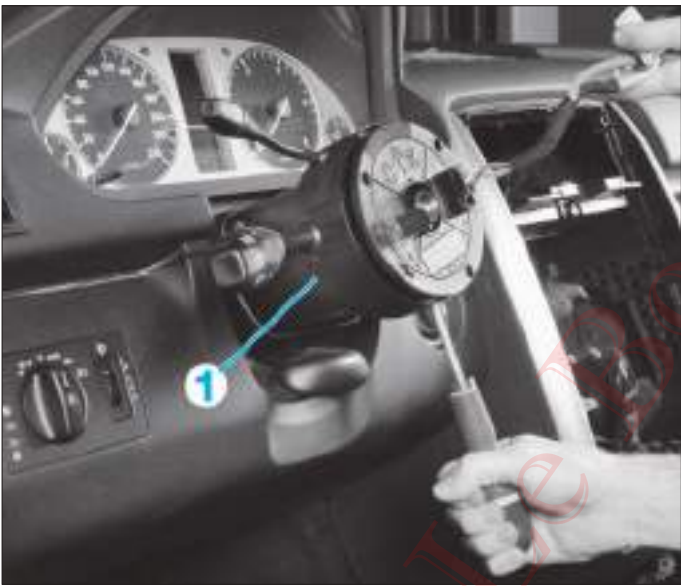

FIG. 3
- Dévisser la vis située sur le côté droit de l'ensemble commodo – contacteur tournant (1). Tirer l'ensemble bien dans l'axe de la colonne de direction (Fig.3).